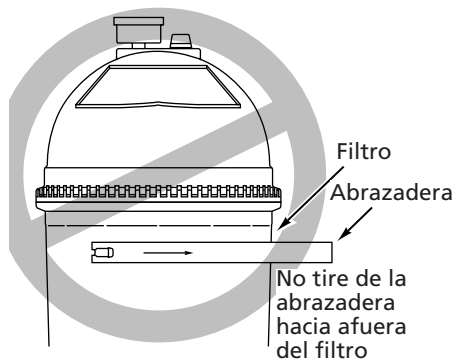

Figura 2
Figura 2 - Curva de rendimiento del filtro. Encuentre el caudal en la gráfica y suba hasta que la línea cruce la curva para encontrar la caída de presión para su filtro
**NOTA:** No tire de la abrazadera hacia el costado para sacarla. Esto la doblará y dañará. (Ver Figura 2).